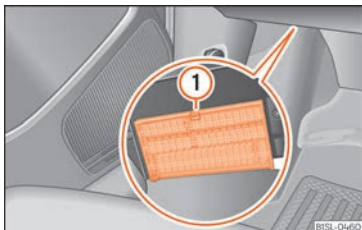

Fig. 45 Sous le tableau de bord côté conducteur : cache du boîtier de fusibles.
- *Ouvrir* : appuyez sur le levier de blocage »» fig. 45 ① jusqu'à pouvoir ouvrir le cache. Rabattez le cache vers le bas.
- *Fermer* : rabattez le cache vers le haut dans le sens contraire à la flèche jusqu'à entendre le clic d'emboîtement dans le levier de verrouillage ①.